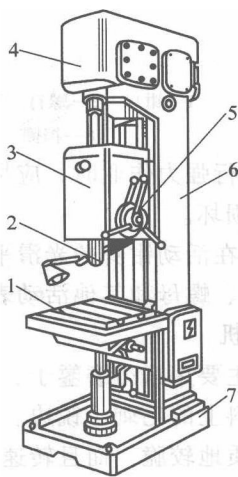

图 1-5 立式钻床
(2) 立式钻床 立式钻床简称立钻, 一般用来钻、扩、镗、铰中小型工件上的孔, 其最大钻孔直径规格有 $\phi 25\text{mm}$ 、 $\phi 35\text{mm}$ 、 $\phi 40\text{mm}$ 和 $\phi 50\text{mm}$ 等几种。立式钻床的结构如图 1-5 所示, 它主要由主轴、变速箱、进给箱、工作台、立柱、底座等组成。